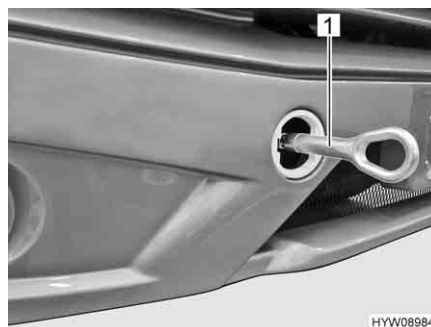

Fig. 34 Occhione di traino (installato)
- Montare l'occhione di traino (Fig. 34,1) come indicato nel manuale di funzionamento del veicolo di base.